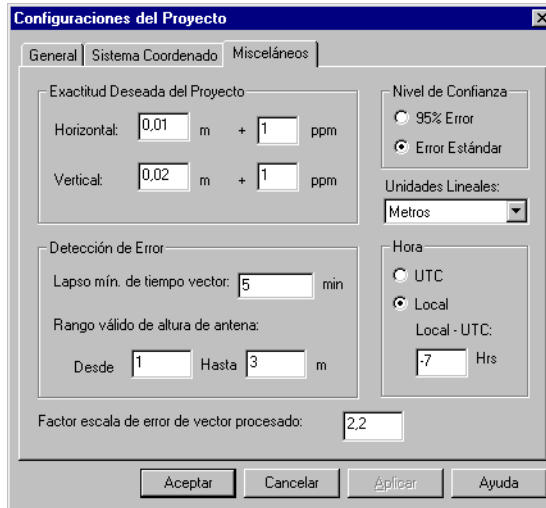

Figura 14.11. Configurando el Factor de Escala
28. Para cambiar el factor de escala, seleccione **Configuraciones** desde el menú **Proyecto** para abrir Configuraciones del Proyecto, y cambie a **Misceláneos** (Figura 14.11). Ingrese **2.6** en el campo **Factor de escala de vector erróneo procesado**.